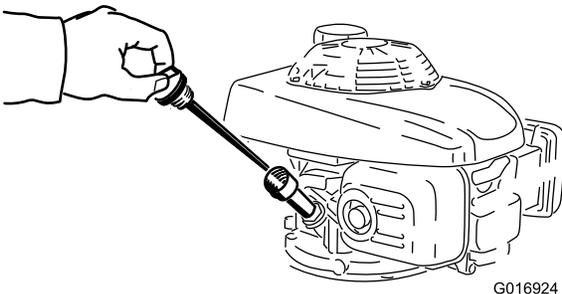

Figura 21
5. Retire la varilla (Figura 21).